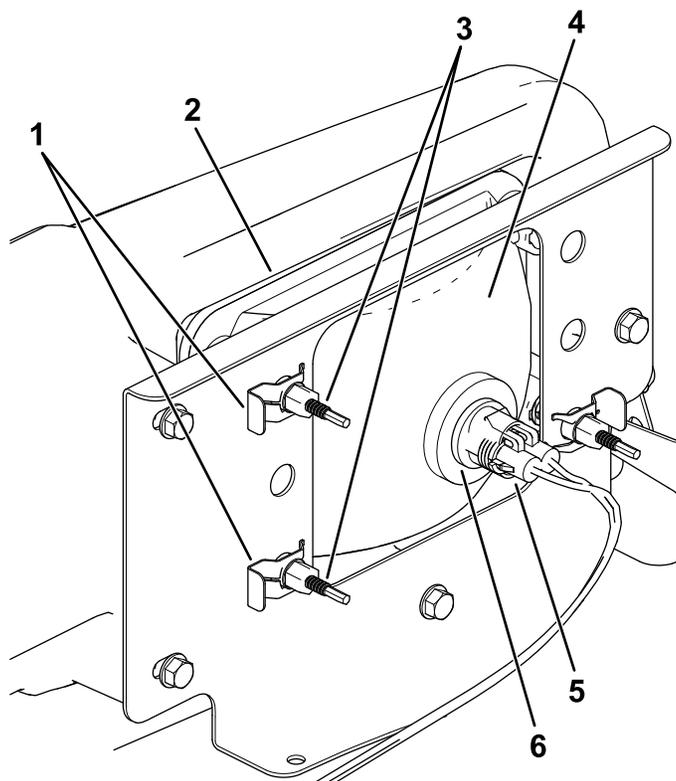

Bild 43
3. Schließen Sie den elektrischen Anschluss für den Kabelbaum vom Lampenanschluss ab (Bild 43).
- Entfernen Sie die Schellen, mit denen der Scheinwerfer an der Scheinwerferhalterung befestigt ist (Bild 43).
- Schieben Sie den Scheinwerfer nach vorne durch die Öffnung in der vorderen Stoßstange und entfernen Sie ihn (Bild 43).
- Setzen Sie den neuen Scheinwerfer durch die Öffnung in der Stoßstange ein (Bild 43).
- Schließen Sie den elektrischen Anschluss für den Kabelbaum am Lampenanschluss an (Bild 43).
- Drehen Sie die Einstellschrauben an der Rückseite des Scheinwerfers (Bild 43), um den Scheinwerfer zu drehen und den Scheinwerferstrahl einzustellen.